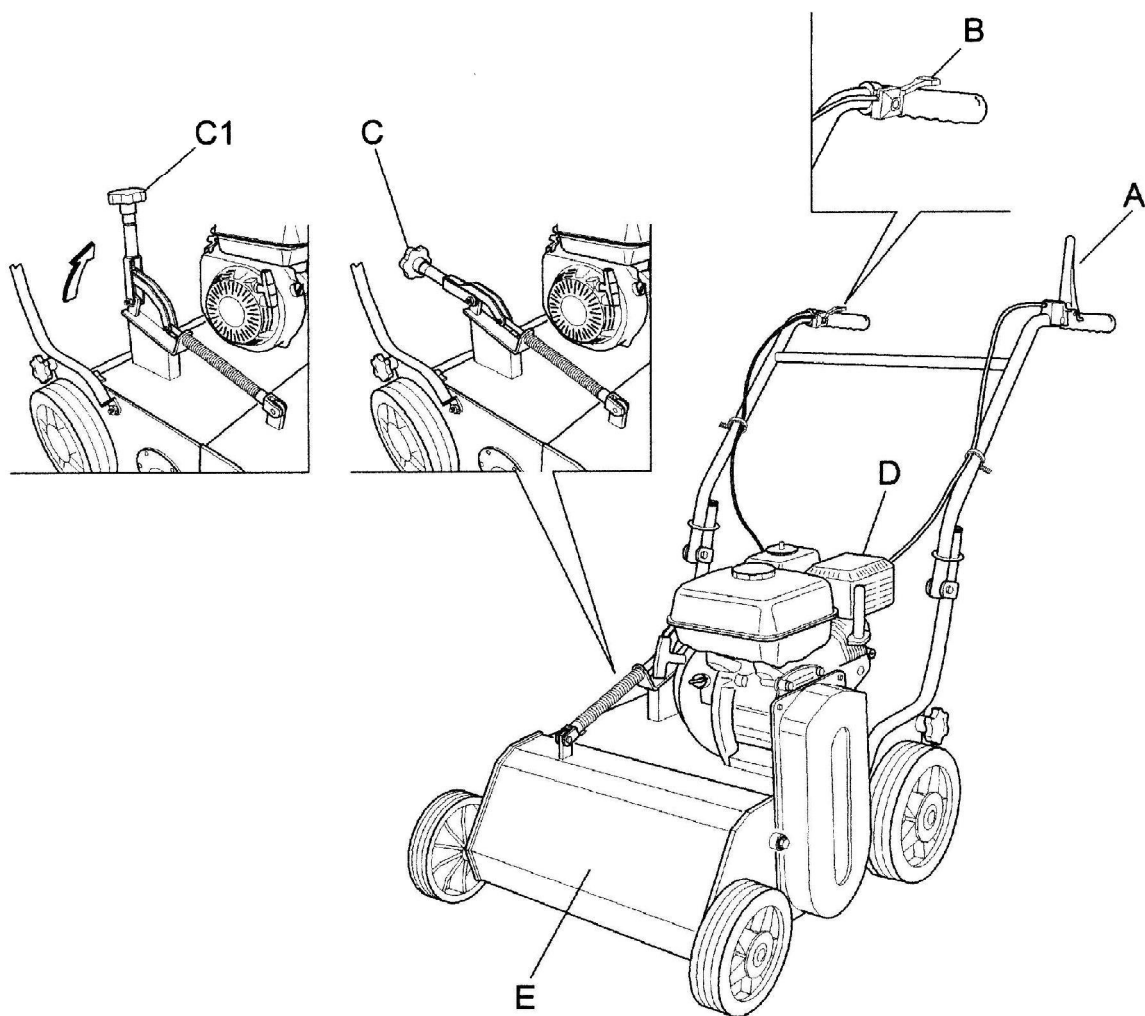

Fig. 1
Nella posizione C consente di regolare millimetricamente ,avvitando o svitando il pomello (Fig. 1 rif C1)l'altezza di taglio delle lame.
Fig. 1 bis
- Prima di avviare il motore, assicurarsi che la leva di innesto (frizione di innesto lame(Fig. 1, rif. A) si trovi nella posizione di disinnesco (rilasciata);